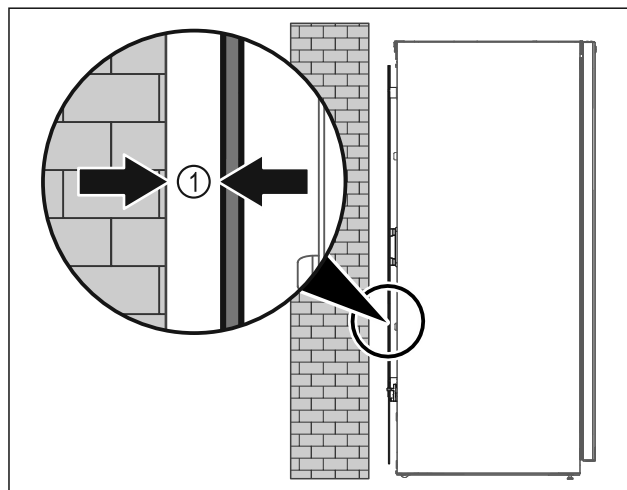

Fig. 50
- Ustavte spotřebič buď volně v místnosti nebo přímo u stěny v minimální vzdálenosti 5 mm Fig. 50 (1).